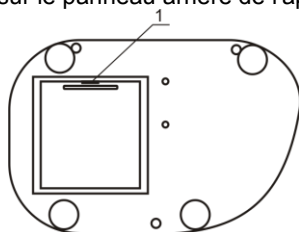

Figure 1. Panneau inférieur
- Conformément à la fig.1/1, insérez une épingle à tête plate pointue dans le petit emplacement situé sur la partie inférieure, puis ouvrez le compartiment à piles.